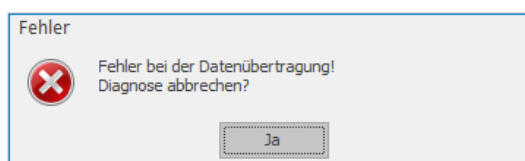

Abbildung 13. Fehler bei der Datenübertragung
- Bestätigen Sie die Fehlermeldung, welche nach dem Unterbrechen der Verbindung erscheint, mit „Ja“, siehe Abbildung 13.